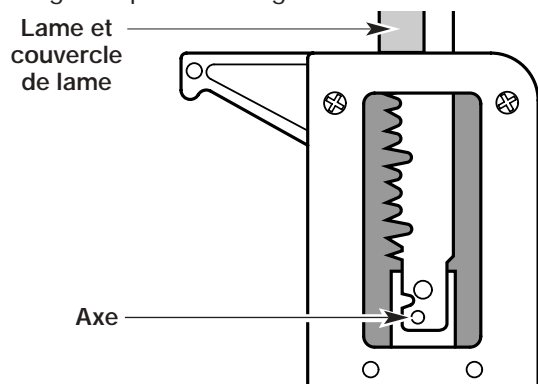

Fig. 1
2. Insérez la lame dans l'extrémité du carter d'élagueuse et installez-la sur l'axe (fig. 1). Les dents de la lame doivent être du côté du pied.